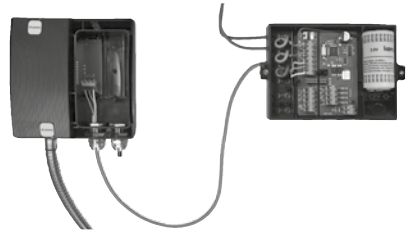

Figura 12
**Nota:** Si el ULTRAFLOW® 54 se monta con una tarjeta de pulsos sin separación galvánica o si se usa una tarjeta de pulsos con separación galvánica en combinación con alimentación por batería, la conexión del cable que no se usa debe estar sellada como se muestra en la Figura 12.